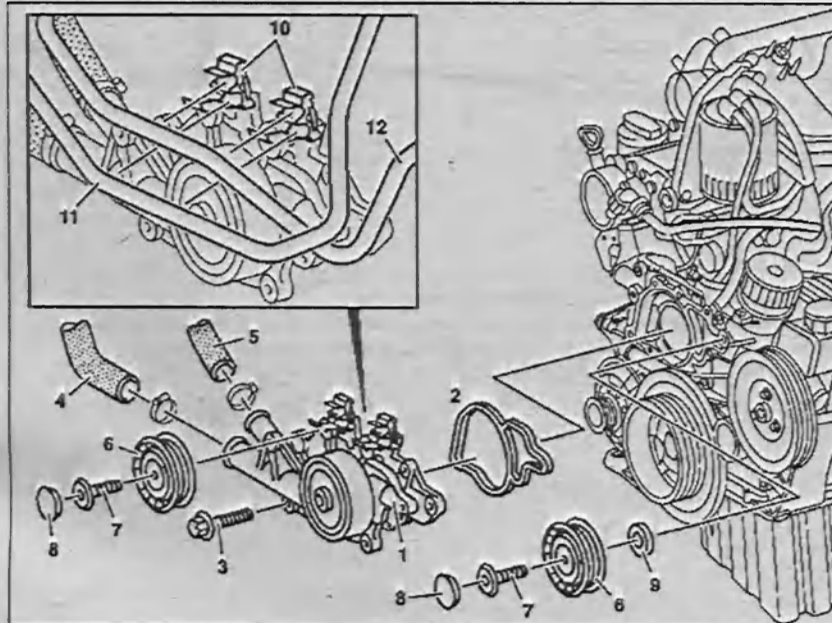

Рис. 3.62. Снятие и установка насоса системы охлаждения:
4. Отсоедините топливопроводы 11 и 12 от кронштейнов 10 на насосе системы охлаждения 1 (рис. 3.62).